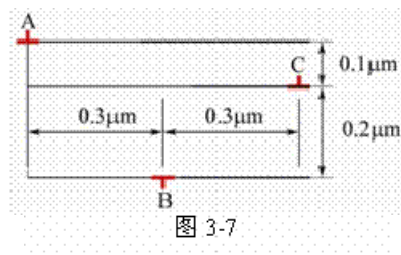

图 3-7
9. 在三个平行的滑移面上有三根平行的刃型位错线 A、B、C(图 3-7)其柏氏矢量大小相等, AB 被钉扎不能动, a)若无其它外力, 仅在 A、B 应力场作用下, 位错 C 向哪个方向运动? b)指出位错向上述方向运动后最终在何处停下?